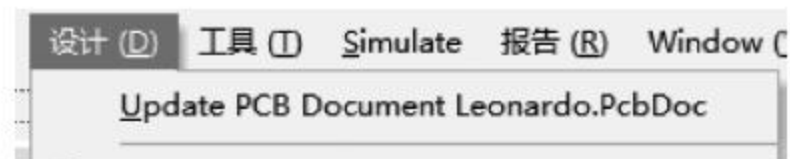
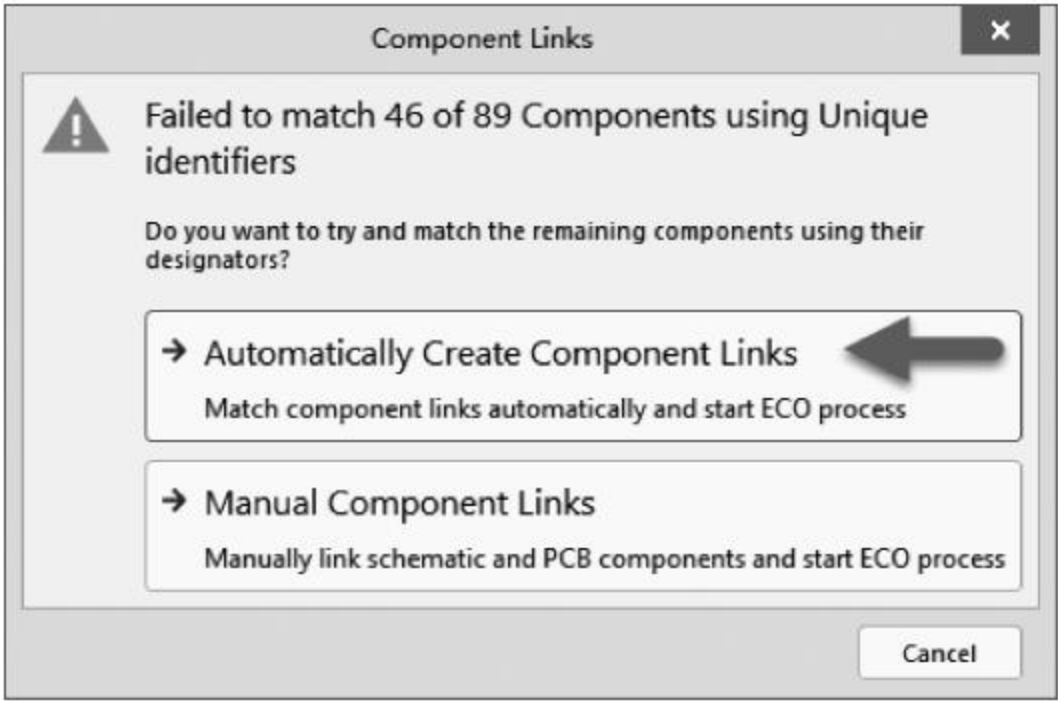

图 8-21 网络表导入操作
图 8-22 Component Links 对话框
④ 返回原理图,重新导入网络。执行菜单栏中“设计”→Update PCB Document...命令,如图 8-21 所示。在弹出的 Component Links 对话框中,选择 Automatically Create Component Links 选项,如图 8-22 所示。